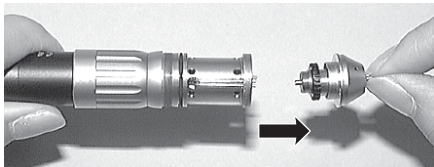

Fig. 16
- 2) Tenez la fraise et faites sortir la cartouche vers l'avant. (Fig.16). Il se peut que le joint placé sur le roulement arrière reste dans le corps. Veillez à bien enlever le joint. Avant d'insérer une nouvelle cartouche, nettoyez l'intérieur de la tête.